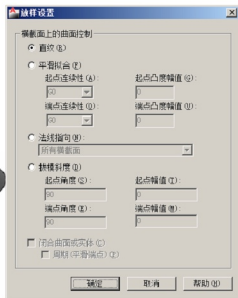
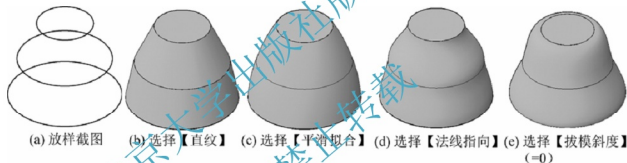

图 11-29 【放样设置】对话框
图 11-30 不同的放样设置对应的实体显示
(4) **【设置(S)】**: 选择该选项, 系统弹出如图 11-29 所示对话框, 在此用于设置放样实体在其横截面处的轮廓。以图 11-30 为例, 比较各类显示的实体特征。
① **【直纹】**: 指定实体或曲面在横截面之间是直纹(直的), 并且在横截面处具有鲜明边界, 如图 11-30(b)所示。
② **【平滑拟合】**: 指定在横截面之间绘制平滑实体或曲面, 并且在起点横截面和端点横截面处具有鲜明边界, 如图 11-30(c)所示。
③ **【法线指向】**: 控制实体或曲面在其通过横截面处的曲面法线。该下拉列表共包含**【起点横截面】**(指定曲面法线为起点横截面的法向)、**【端点横截面】**(指定曲面法线为端点横截面的法向)、**【起点和端点横截面】**(指定曲面法线为起点横截面和端点横截面的法向)以及**【所有横截面】**(指定曲面法线为所有横截面的法向)四个选项, 图 11-30(d)为法线指向所有横截面的实体特征。
④ **【拔模斜度】**: 控制放样实体或曲面的第一个和最后一个横截面的拔模斜度和幅值。拔模斜度为曲面的开始方向, “0” 定义为从曲线所在平面向外。如图 11-30(e)所示为起点和端点拔模斜度为“0”的实体显示。